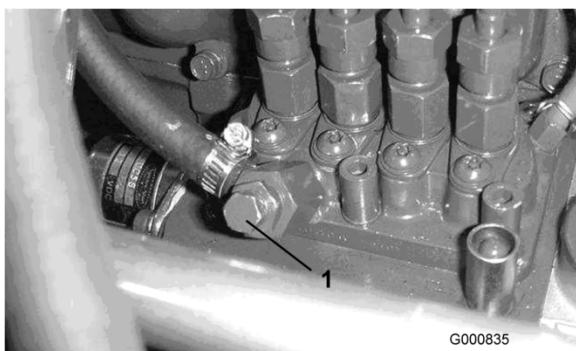

Figura 24
5. Abra el tornillo de purga de aire de la bomba de inyección de combustible (Figura 24).